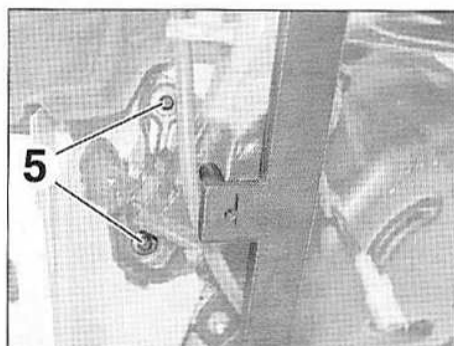

FIG.50
• De chaque côté, déposer les vis restantes (5) du palier (Fig.50).